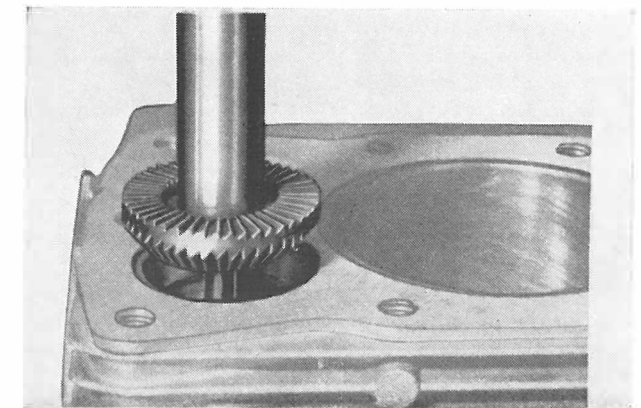

Fig. 10
- Fraiser avec fraises normales (Fig. 10) à 45° de $28 \div 35$ mm. de \varnothing et tige de 7 mm. les sièges des soupapes ayant les suivantes dimensions:
- Flächen der Ventilsitzringe mit 45° -Normalfräser ($\varnothing 28 \div 35$ mm) und Dorn zu 7 mm fräsen (Abb. 10).